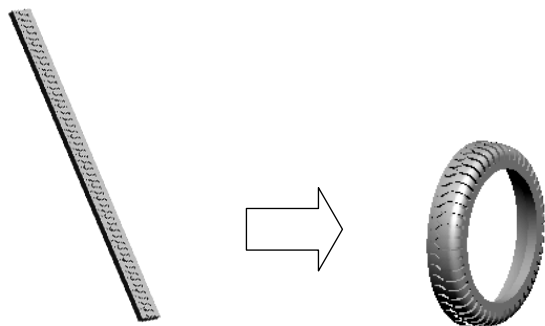

图 4.5.10 创建环形折弯特征
Step6. 创建图 4.5.10 所示的环形折弯特征, 操作步骤如下:
(1) 在 **模型** 功能选项卡选择 **工程** → **环形折弯** 命令。
(2) 在图形区右击, 然后在弹出的快捷菜单中选择 **定义内部草绘...** 命令。